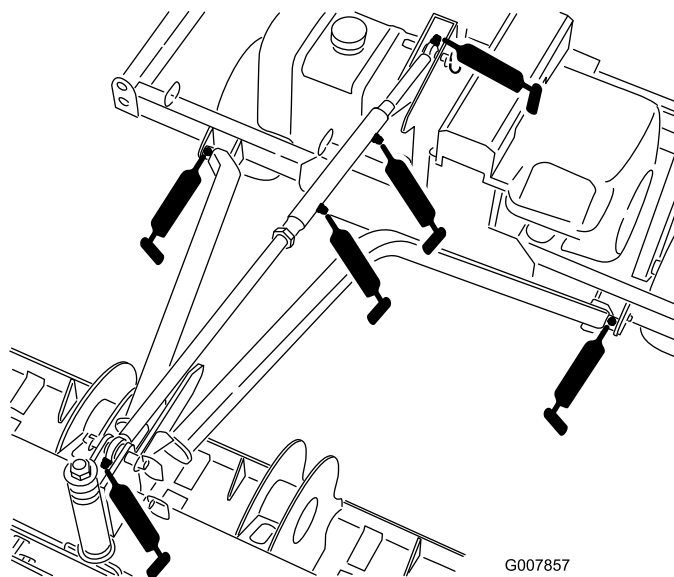

Figura 40
- Estrutura de reboque, Qtd 2 (Figura 40)